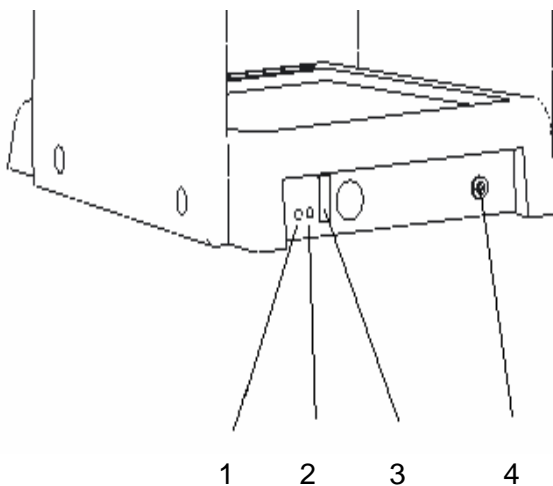

Abbildung 4-1: Rückseite Sehtestgerät
- Schließen Sie den Kabelstecker des Netzteils (12 V \Rightarrow) in die dafür vorgesehene Netzeingangsbuchse (Abb. 4-1, Nr. 4) an der Rückseite des Gerätes.
- Betätigen Sie den Netzschalter (Abb. 4-1, Nr. 3). Die grüne Kontroll-LED (Abb. 4-1, Nr.1) leuchtet. Das Gerät ist betriebsbereit.
Rote Ladekontroll-LED (Abb. 4-1, Nr. 2):